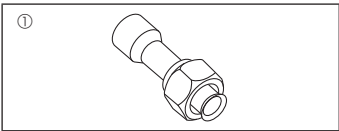

Fig. 1-1
- 1.6. Accessori dell'unità esterna (Fig. 1-1) (SHW230)
- ① Tubazione lineare.....x1